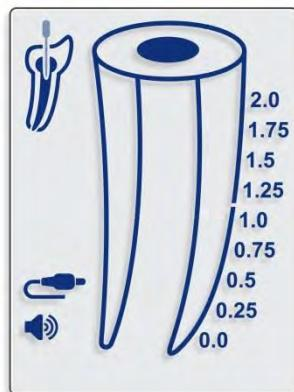

Fig. 4
- 7.4.7. Avant de relier le câble de mesure avec le crochet labial et le clip pour lime fixés au patient, il convient de brancher le câble de mesure dans le connecteur femelle de l'appareil et de s'assurer que l'icône du câble apparaît à l'écran (fig. 4).